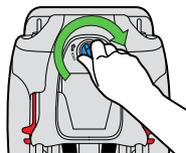

Figure 40
- Insérez le panneau d'accès et tournez le verrou du panneau d'accès vers la droite pour le verrouiller, tel qu'illustré dans la **Figure 40**.